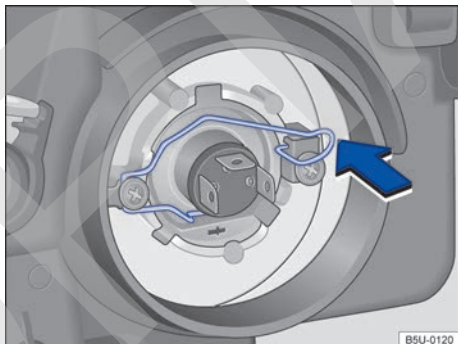

Fig. 180 Resorte de bloqueo de la lámpara incandescente del farol bajo / alto.
5. Comprimir el resorte de bloqueo en el sentido de la flecha ⇒ fig. 180 y desplazarlo, para desbloquear la lámpara.